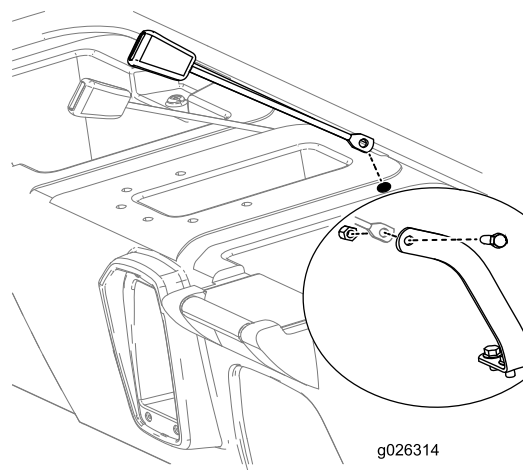

Bild 11
8. Stecken Sie die Befestigungsseite der Aufnahme jeder Sicherheitsgurtsperr in eines der gerade in das Sitzunterteil gebohrten Löcher (**Bild 11**).
9. Befestigen Sie die Aufnahme jedes Sicherheitsgurts mit einer Schraube (7/16") und Mutter (7/16") an jedem Sicherheitsgurt-Anker, wie in **Bild 11** abgebildet.